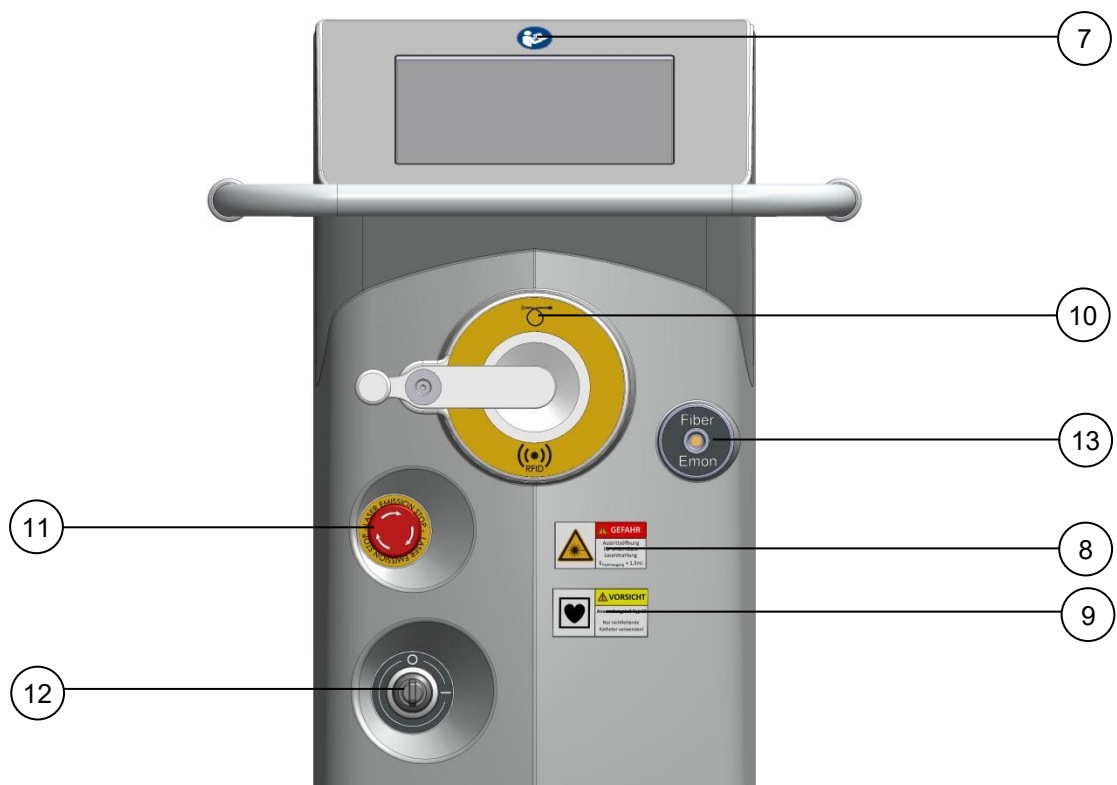

Abb. 2-2: Gerätevorderseite
7.	<p>Anleitung beachten.</p> <p>Das Symbol befindet sich auf der Gerätefront oberhalb des Touchscreens (siehe Abb. 2-2).</p>
8.	<p>Das Laserwarnkennzeichen warnt vor dem Austritt von Laserenergie an dieser Stelle.</p> <p>Das Label befindet sich an der Gerätevorderseite neben der Laserstrahlaustrittsöffnung (siehe Abb. 2-2).</p>
<p>Es dürfen nur Fasern des Typs CF angeschlossen werden. Es dürfen nur nichtleitende Katheter verwendet werden.</p> <p>Das Label befindet sich unterhalb des entsprechenden Anschlusses auf der Gerätevorderseite (siehe Abb. 2-2).</p>
10.	<p>Anschluss der Faser und Position der RFID-Spule.</p> <p>Das Label befindet sich oberhalb des entsprechenden Anschlusses auf der Gerätevorderseite (siehe Abb. 2-2).</p> <p> Symbol für Radiofrequenz Identifikation</p> <p> Optische Faser</p>
11.	<p>Kennzeichnung Laser-Emission-Stop.</p> <p>Das Label befindet sich auf der Gerätevorderseite (siehe Abb. 2-2).</p>
12.	<p>Positionsanzeige für Schlüsselschalter.</p> <p>O = „AUS“</p> <p>I = „EIN“</p> <p>Das Label befindet sich auf der Gerätevorderseite (siehe Abb. 2-2).</p>
13.	<p>Energiemonitor für die Faser.</p> <p>Das Label befindet sich auf der Gerätevorderseite (siehe Abb. 2-2).</p>